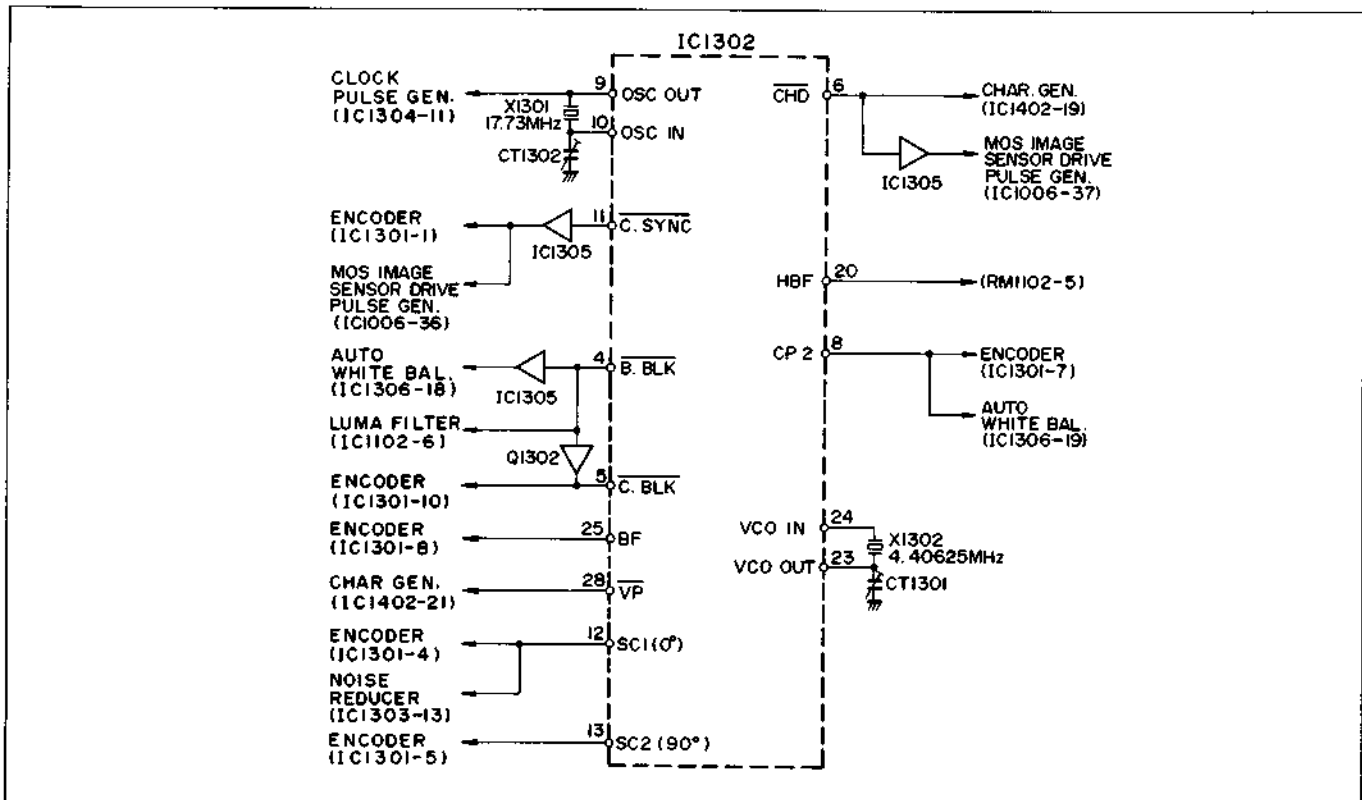

Abb. 2-2 Synchronsignalgenerator
1.2 Synchronsignalgenerator (Abb. 2.2 bis 2.4)
(1) Synchronsignalgenerator (IC1301: Abb. 2.2 und 2.3)